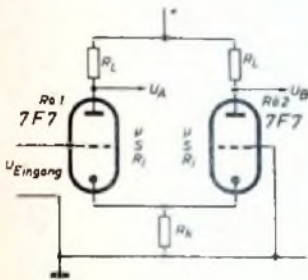
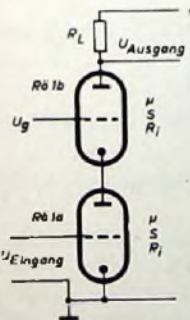

Bild 1. Übliche Schaltung einer Phasenumkehrstufe mit zwei katodengekoppelten Trioden für einen nachfolgenden Gegentaktverstärker.
Bild 2. Prinzipschaltung des Kaskodenverstärkers; die Trioden  $R_01$  und  $R_02$  im Bild 1 werden durch je einen derartigen Kaskodenverstärker ersetzt.
Die beiden zusätzlichen Verstärkerstufen lassen sich aber trotz der Gegenkopplung von beispielsweise 10 dB vermeiden, wenn man die Phasenumkehrstufe in Kaskodenschaltung ausführt, an die sich dann unmittelbar die Endstufe anschließen kann. Zur Phasenumkehr, also zur Ableitung der Gegentaktspannung aus der unsymmetrischen Eintaktspannung, wird die übliche Schaltung mit zwei katodengekoppelten Trioden benutzt (Bild 1). Die Verstärkung  $v$  jeder der beiden Trioden  $R_01$  und  $R_02$
Nach (1) wächst die Verstärkung der Trioden  $R_01$  und  $R_02$  mit ihrem Verstärkungsfaktor  $\mu$ . Eine beträchtliche Vergrößerung von  $\mu$  ergibt sich, wenn jede der beiden Trioden im Bild 1 durch je eine Kaskodenschaltung nach Bild 2 ersetzt wird. Verwendet man dafür je eine Doppeltriode, haben also  $R_01a$  und  $R_01b$  gleiche Daten, so hat die Kaskodenschaltung die folgenden effektiven Werte für Verstärkungsfaktor, Innenwiderstand und Steilheit: